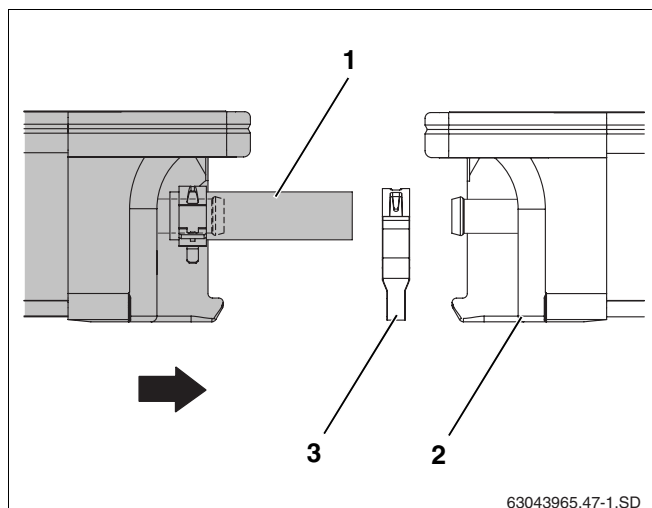

fig. 46 Fazer deslizar o segundo colector até ao primeiro
- ▶ Colocar o segundo colector com as mangueiras solares pré-instalados (fig. 46, **item 1**) nos perfis e deixar deslizar até às protecções contra deslizamento.
- ▶ Colocar a segunda braçadeira de mola (fig. 46, **item 3**) sobre a mangueira solar.
- ▶ Deslocar o colector para o segundo colector de maneira a que (fig. 46, **item 2**) as mangueiras pré-instalados sejam deslocadas sobre as ligações esquerdas do primeiro colector.